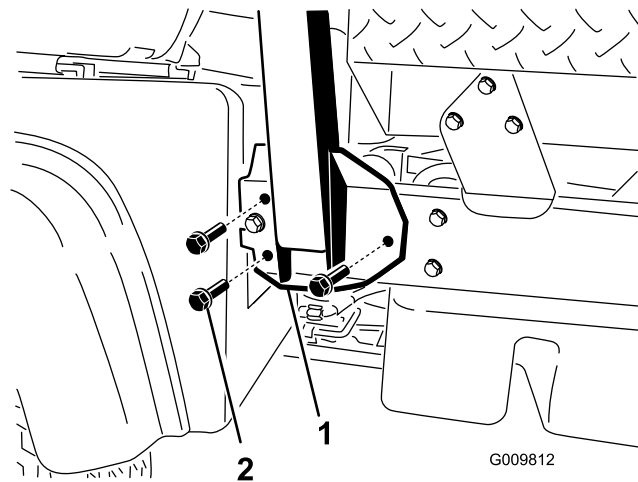

図 6
2. ROPSの両サイドを車両フレーム側面の取付け穴に揃える 図 6。
3. ROPS 固定ブラケットを車体フレームに固定するフランジヘッドボルト1/2 x 1-1/4 インチ3本を使用する。 図 6